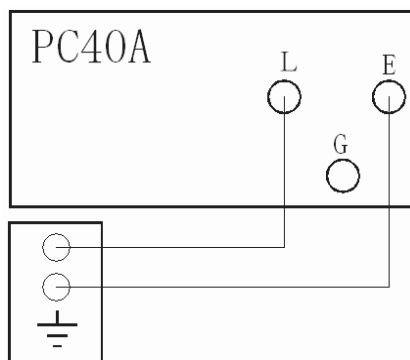

图5 对接地被测物测定时接线图
- b 在作接地被测物绝缘测定时，按图5将被测物接地端与仪器测量端“E”相连，而另一端与仪器测量端“L”相连。